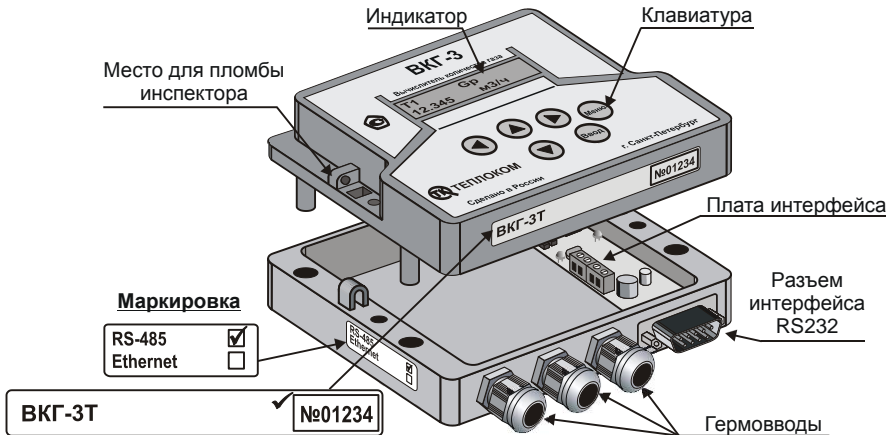

Рисунок 3.1 – Внешний вид вычислителя
**Защита калибровочных коэффициентов** выполняется наклеиванием самоклеющейся этикетки на кнопку доступа к калибровке и нанесением оттиска клейма поверителя (рис. 3.1а).
Рис. 3.1а – Места пломбирования поверителем
**Защита от внесения изменений в электронный модуль** вычислителя выполняется нанесением оттиска клейма поверителя на мастике в чашке (рис. 3.1а).
**Защита настроечных параметров** выполняется переводом переключателя защиты в левое положение (рис. 3.1а) и пломбированием вычислителя пломбой инспектора теплоснабжающей организации (рис 3.1б).
Рис. 3.1б – Место пломбирования инспектором